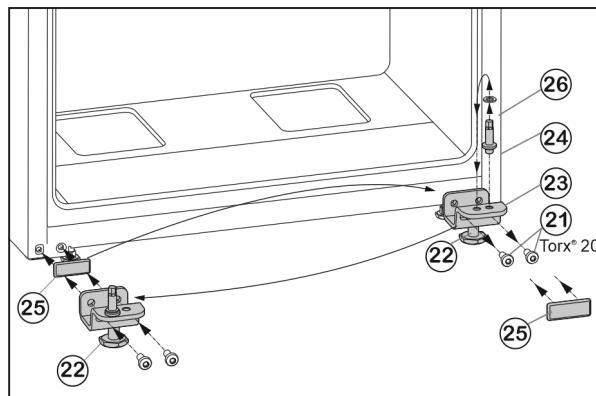

Fig. 7
► Развийте закрепващите винтове Fig. 7 (21).
► Свалете долната лагерна опора Fig. 7 (23) заедно с лагерния болт Fig. 7 (24), шайбата Fig. 7 (26) и крака Fig. 7 (22).
► Развийте лагерния болт Fig. 7 (24) заедно с шайбата Fig. 7 (26), поставете го в срещуположния отвор за лагерната опора и го завийте отново.
- ▶ Внимателно свалете покриващата плоча Fig. 7 (25) и я преместете на срещуположната страна.
- ▶ Отново завийте долната лагерна опора Fig. 7 (23) заедно с лагерния болт Fig. 7 (24), шайбата Fig. 7 (26) и крака Fig. 7 (22) върху новата страна на пантите, евент. с помощта на акумулаторна отвертка (**с 4 Nm**).
- ▶ Поставете долната врата отгоре върху лагерния болт Fig. 7 (24).
- ▶ Развийте крака Fig. 7 (22) на лагерната опора долу Fig. 7 (23), докато опре върху пода.